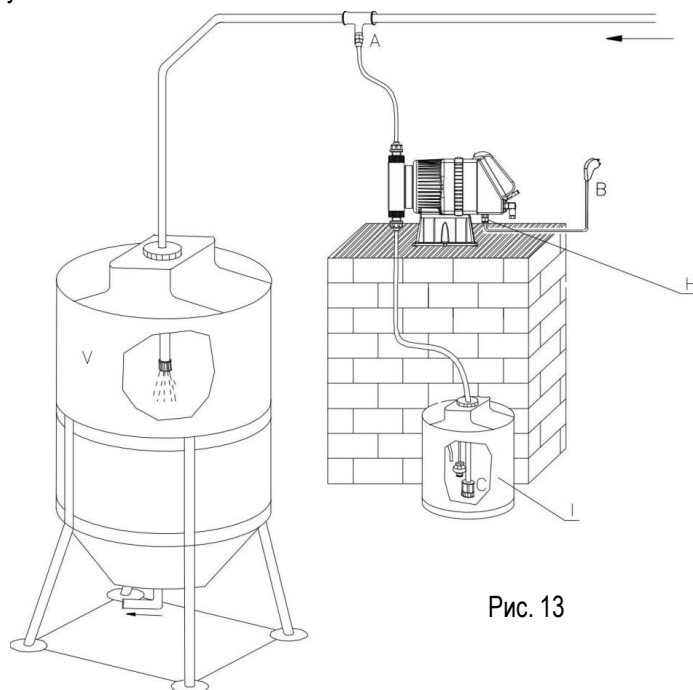

Рис. 13
6.2. ЗВИЧАЙНИЙ ВАРІАНТ ВСТАНОВЛЕННЯ (Рис.13)